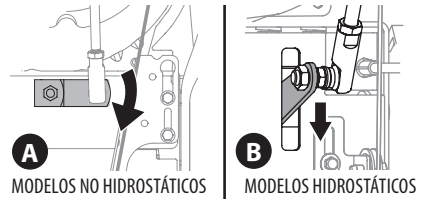

Figura 57
4. Gire la férula hacia arriba o hacia abajo en la varilla de cambios según sea necesario hasta que quede alineada con el orificio superior de la palanca de cambios (Figura 57, recuadro).